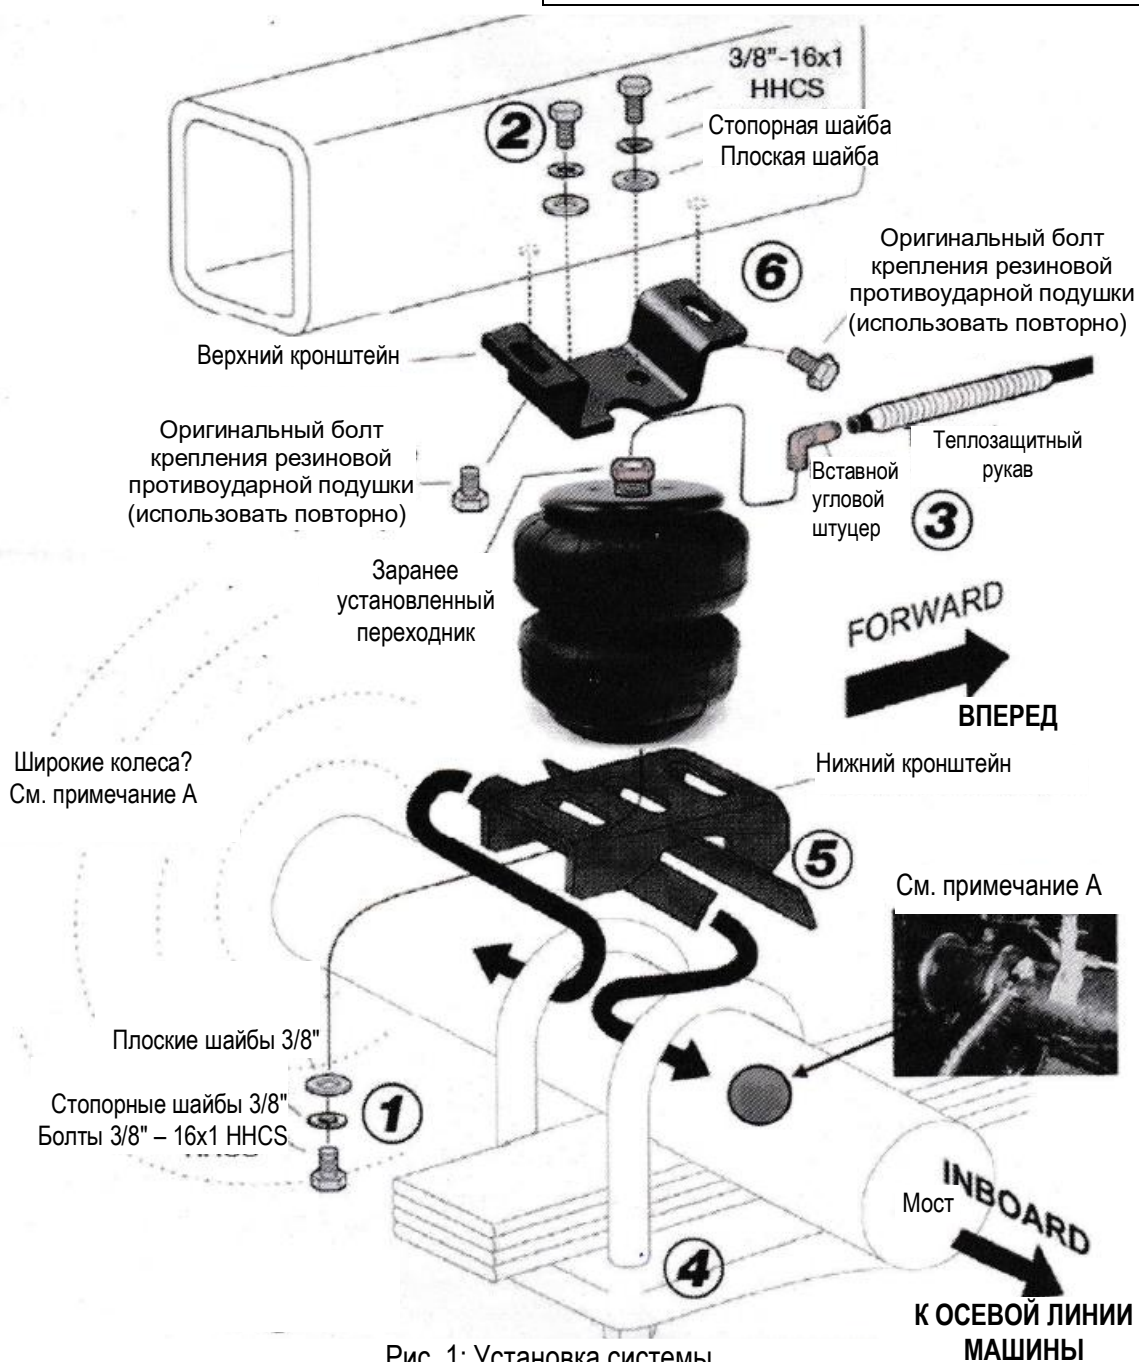

Рис. 1: Установка системы
2. Прикрепите, не затягивая, к нижней стороне пневмобаллона нижний кронштейн через центральный паз с помощью одного болта 3/8" - 16x1 с шестигранной головкой, стопорной шайбы 3/8" и плоской шайбы 3/8" (рис. 1, поз. 1).
3. Прикрепите, не затягивая, к верхней стороне пневмобаллона верхний кронштейн с помощью двух болтов 3/8" - 16x1 с шестигранной головкой, двух стопорных шайб 3/8" и двух плоских шайб 3/8" (рис. 1, поз. 2).
4. Установите на пневмобаллон поворотный угловой штуцер, затянув его от руки и затем еще на полтора оборота (рис. 1, поз. 3).
5. Ослабьте четыре гайки, удерживающие U-образные болты на корпусе моста, чтобы можно было перемещать U-образные болты как вверх, так и вниз, а также из стороны в сторону (рис. 1, поз. 4).
6. Снимите резиновую противоударную подушку, сохранив оригинальные болты для последующего использования. Установите собранный узел пневмобаллона на корпус моста, вставив выступы нижнего монтажного кронштейна под U-образный болт (рис. 1, поз. 5).
7. Прикрепите верхний кронштейн к верхней балке рамы с помощью двух оригинальных болтов, снятых на шаге 6. Затяните крутящим моментом 15-20 фут-фунтов (20-27 Н·м) (рис. 1, поз. 6).